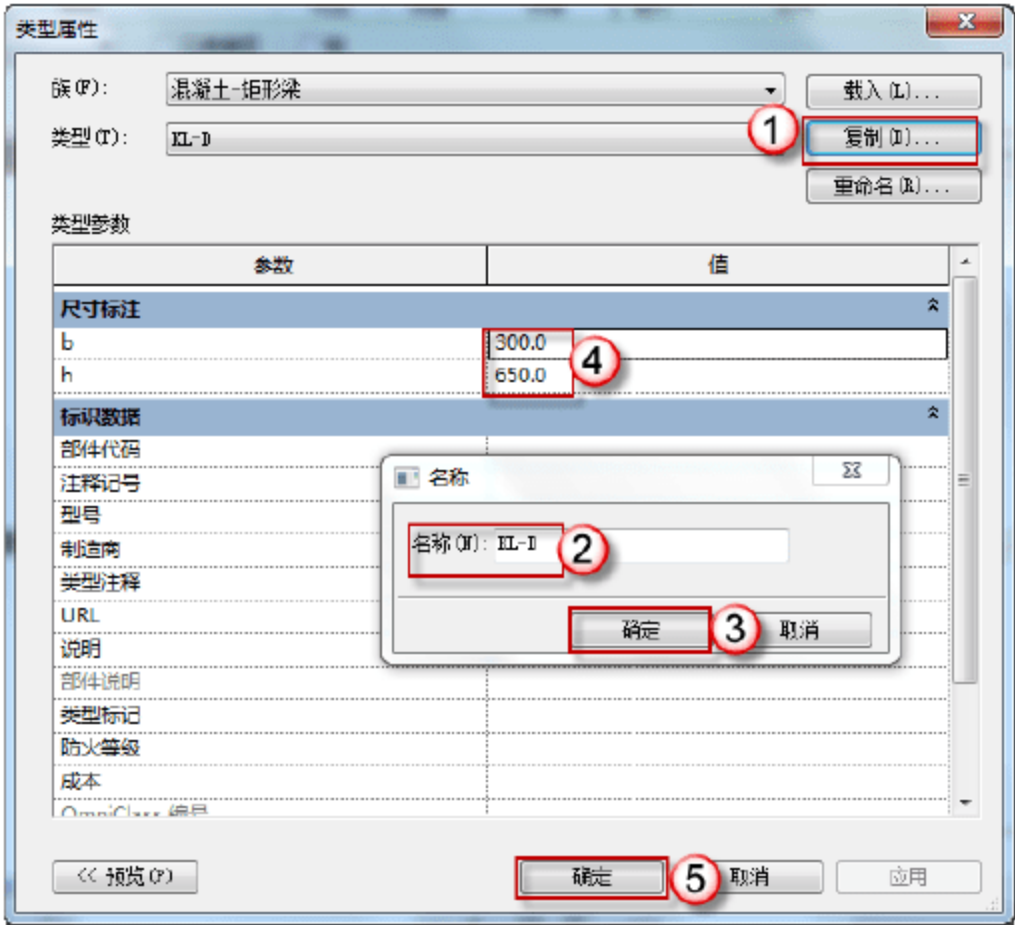

图 3.2.39 编辑 KL-D 信息
(18) 设置 KL-D。选择“结构”→“梁”→“编辑类型”命令，在弹出的“类型属性”对话框中，单击“复制”按钮，在弹出的对话框中输入 KL-D，单击“确定”按钮。在“尺寸标注”栏中输入 b、h 的尺寸，单击“确定”按钮，如图 3.2.39 所示。